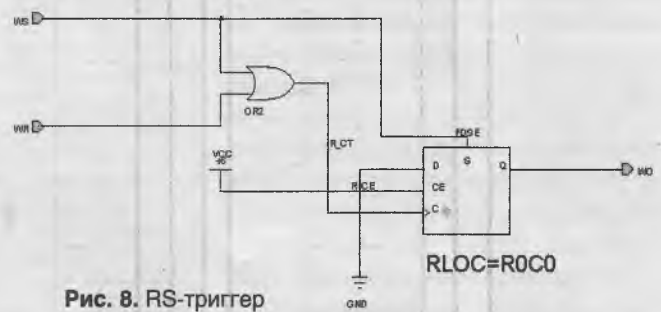

Рис. 8. RS-триггер
1. RS-триггер "RS-TRIGGER" (см. рис. 8).